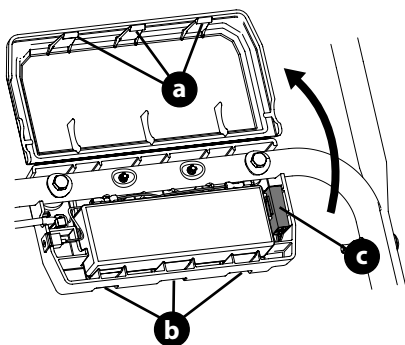

Figura 16
- Suelte las tres lengüetas de traba (a) de las ranuras (b) y abra la caja de la batería (Figura 16).